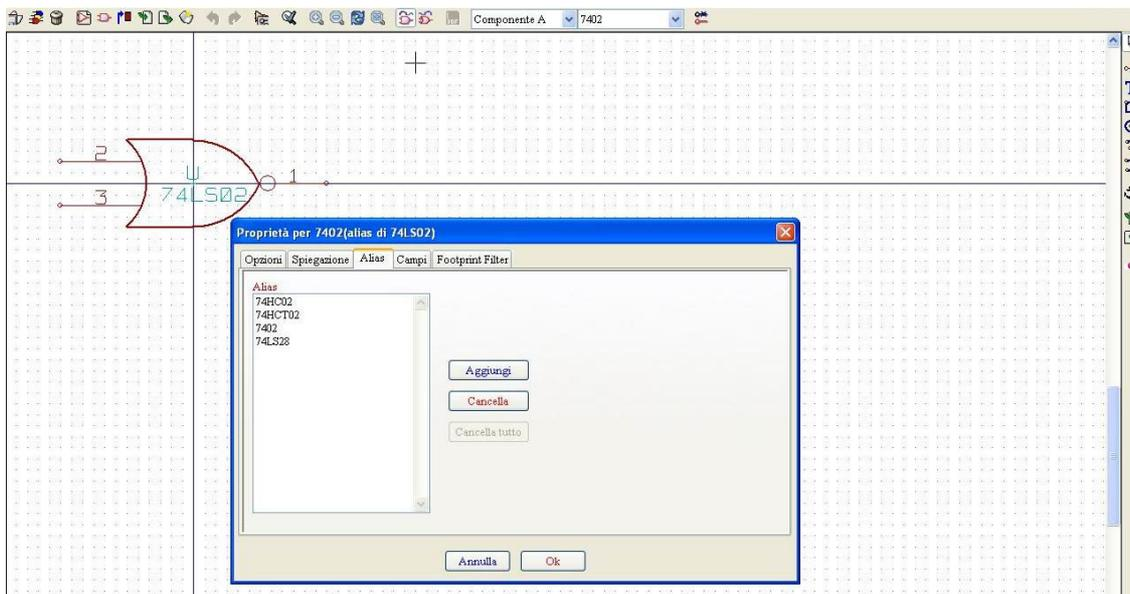

Fig. 11-6
- Modificare la lista degli Alias (cliccare icona  e dalla finestra successiva selezionare il pannello [Alias], quindi identificare, dalla lista degli Alias, quello/i da eliminare con il comando [Cancella] come illustrato in Fig. 11-6